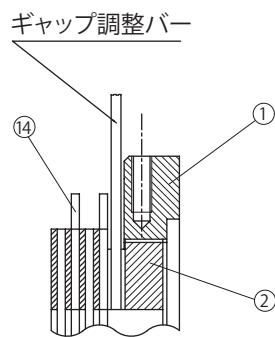

図 8-30
フィールド④側から見て左に回すとギャップが狭くなります。(図 8-30 参照)
- (4) アウターディスク⑭とセンターリング①の間には、取付ボルト③と固定ボルト⑪が交互に 6 本ずつ通っているため、ギャップ調整バーを回していくとそれらのボルトに当たります。ギャップ調整ネジ②には 8 等配の溝があり、ギャップ調整バーがボルトに当たるごとに(3)を繰り返して、ギャップ G を規定値に調整します。
- (5) ストッパー⑯を、規定ギャップに最も近い溝とネジ穴の点を選び取り付けてください。
- (6) ブレーキの手動解放を元の状態に復帰させた後、電源を入・切してブレーキ動作を確認してください。
- (7) ブレーキカバー⑪、Vリング⑫、ファン⑦、ファンセットボルト⑩、カバー⑧、屋外カバー②を取り付けます。この時ファンセットボルト⑩には、スリーボンド TB2365 を塗布してください。